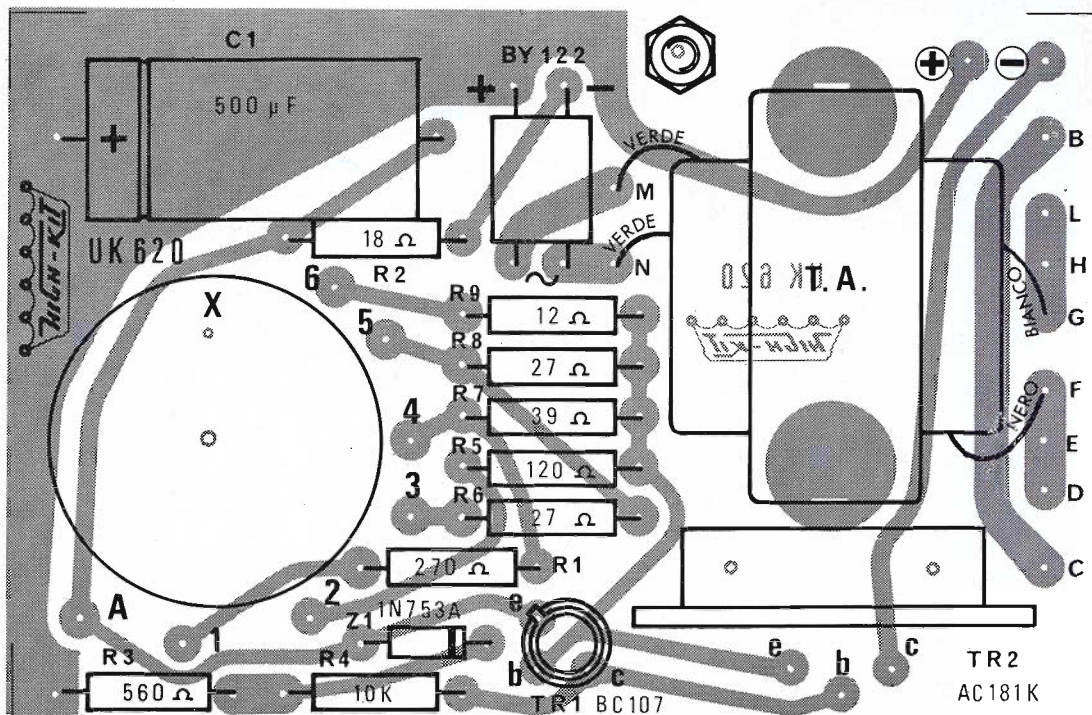
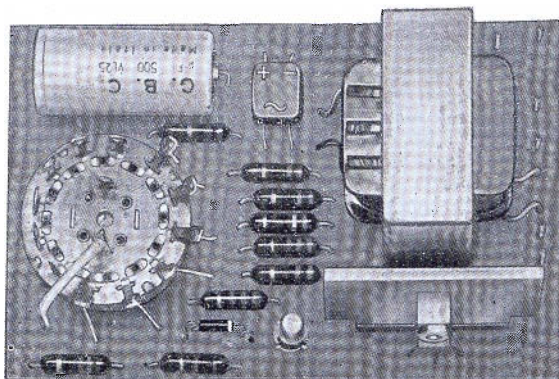
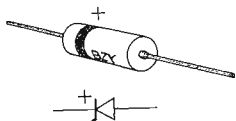
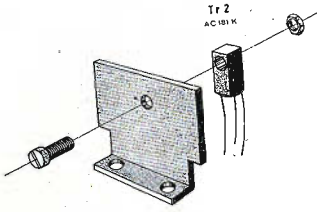

figura 2
figura 3
figura 4
figura 5
Infatti, grazie alla vista serigrafica della disposizione dei componenti sulla parte non ramata della basetta a circuito stampato, riportata in figura 2 tutta l'operazione di cablaggio può essere realizzata in modo molto semplice.
- montare il diodo BY122 in modo che le diciture sul corpo dello stesso risultino come indicano sia la figura 2 che la foto di figura 3;
- montare lo zoccolino porta transistori di TR1, quindi il diodo zener Z1, del quale, per evitare errori di collegamento, la figura 4, così come la figura 2, indica la polarità facilmente deducibile dalla fascetta bianca posta sul corpo dello stesso;
- montare TR2 fissandolo in primo luogo come è indicato in figura 5 mantenendo il lato del terminale della base verso il dado; quindi applicare il tutto alla basetta tramite due viti 3 MA x 8 e controllando che i terminali del transistor stesso siano inseriti nei rispettivi fori come riportato dalla figura 2;
Questo particolare di collegamento è chiaramente visibile in figura 3. Saldare ai punti C e D sulla basetta circa cm 8 di filo nero intrecciato e ai punti + e - circa cm 8 di filo nero e di filo rosso intrecciati collegando il filo rosso al + e il nero al -.